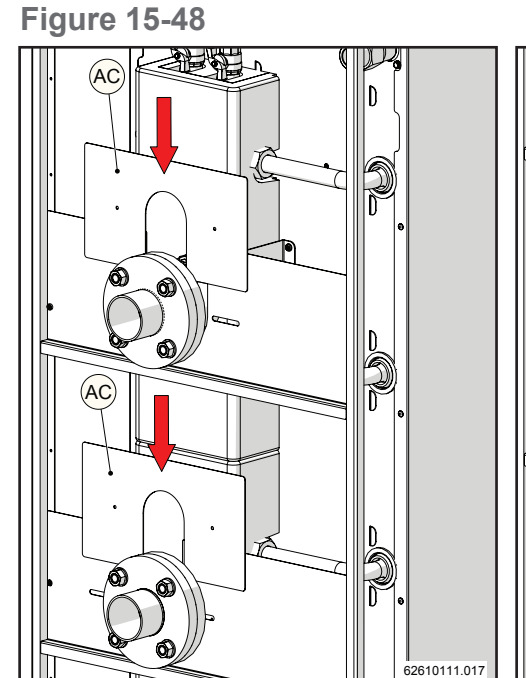
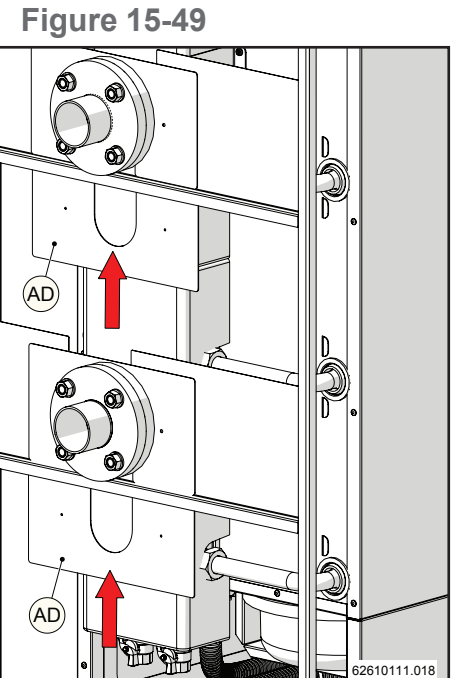
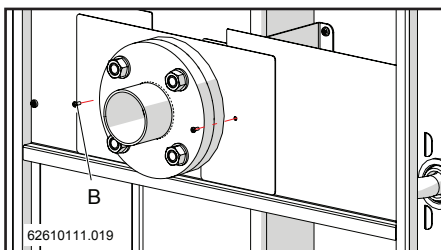
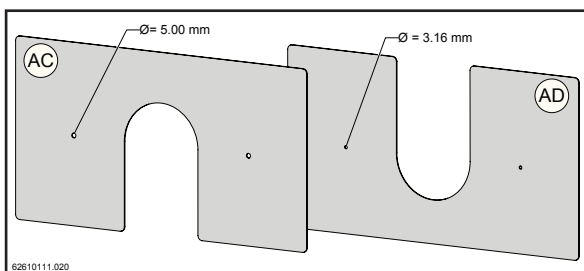

Figure 15-51
Figure 15-52
Figure 15-53
Figure 15-54
- 10.- Insérer la feuille (AC) et (AD) de la figure 15-54 respectivement avant (figure 15-51) et derrière (figure 15-52) les feuilles précédemment assemblés et dans la direction indiquée par les flèches. Appliquer les vis "B" comme le montre la figure 15-53.
ATTENTION: Les feuilles (AC) et (AD) ont des trous de différents diamètres (voir fig 15-54). Pour un correct assemblage, placez le même de la manière décrite dans la section 10.